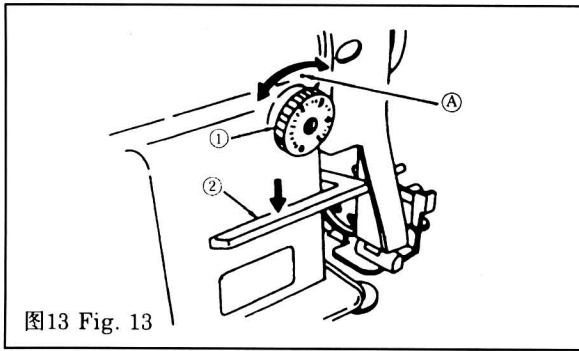

图13 Fig. 13
7. 针距的调节(图 13)
7. ADJUSTING THE STITCHLENGTH (Fig.13)